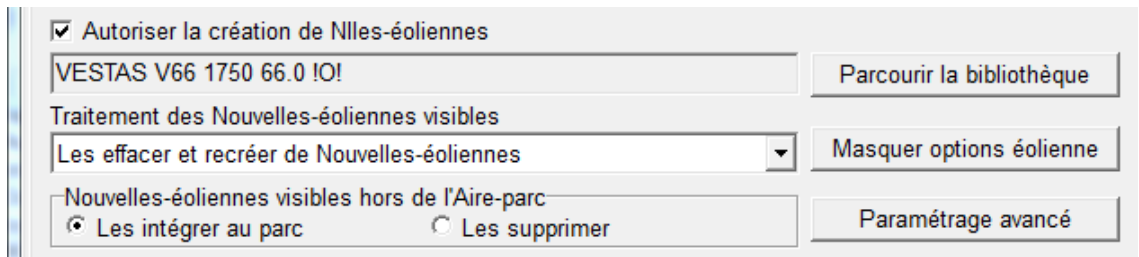
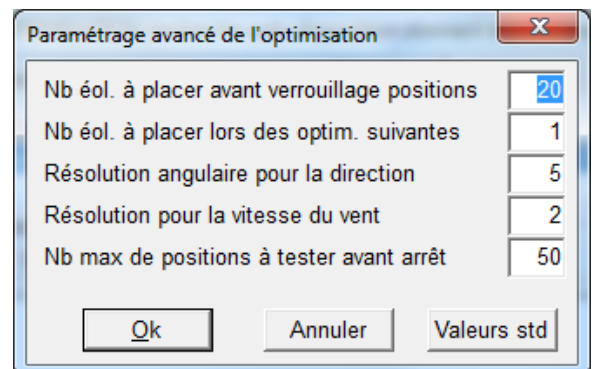

Figure 28
Figure 30
- *Autoriser la création de Nlles-éoliennes*, voir Figure 28 :
- *Paramétrage avancé* (voir Figure 28) : ce bouton ouvre la fenêtre *Paramétrage avancé de l'optimisation* de la Figure 30 dont l'utilisation est présentée à la suite :
Un compromis doit être fait entre le niveau d'optimisation et le temps de calcul. Ce compromis est ajustable via le bouton *Paramétrage avancé* se trouvant sous l'onglet *Optimisation*. Il donne accès à fenêtre de *Paramétrage avancé de l'optimisation* de la Figure 30.